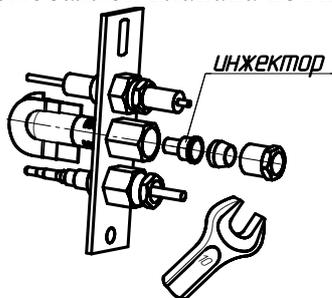

Рис.6. Замена инжектора пилотной горелки
- пилотная горелка - заменить инжектор (Рис.6) для природного газа (2отв. Ø0,29мм), на инжектор для сжиженного газа (1отв. Ø0,24мм);